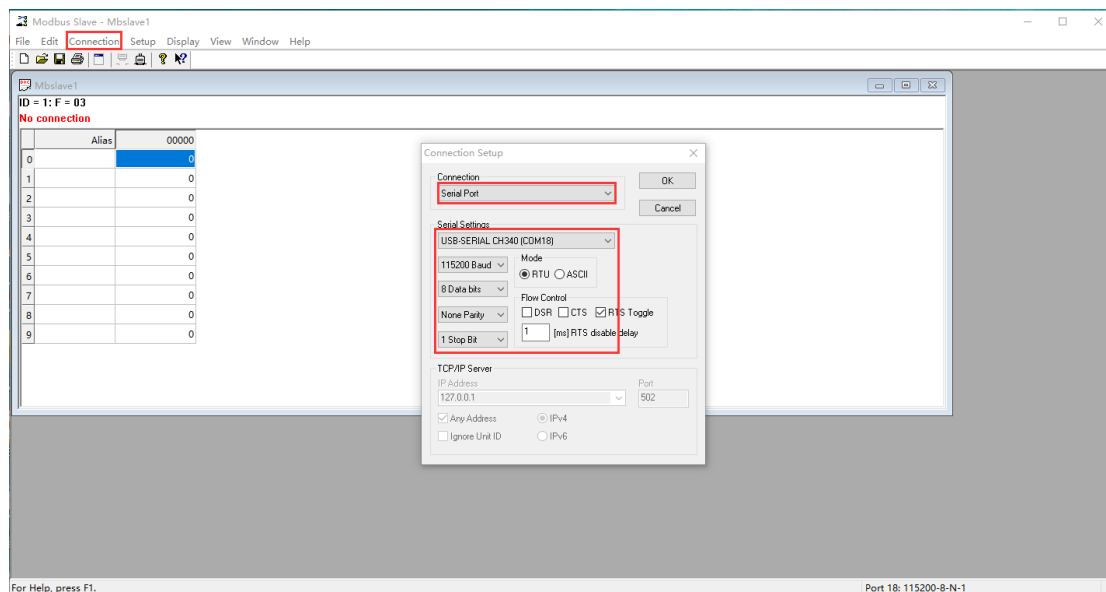

图 12-11 从机软件 MODBUS_RTU 参数设置
(5) 选择 RTU 模式，串口参数设置与设备串口设置参数一致，如图 12-11 所示。